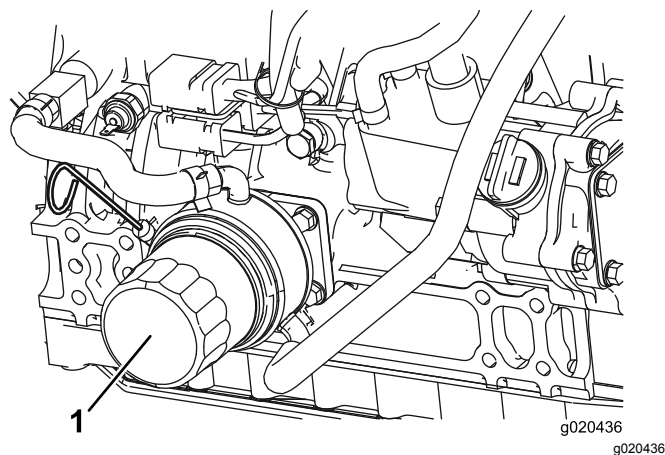

Figura 76
2. Retire el filtro de aceite (Figura 76). Aplique una capa ligera de aceite limpio al filtro nuevo antes de enroscarlo. **No apriete demasiado.**